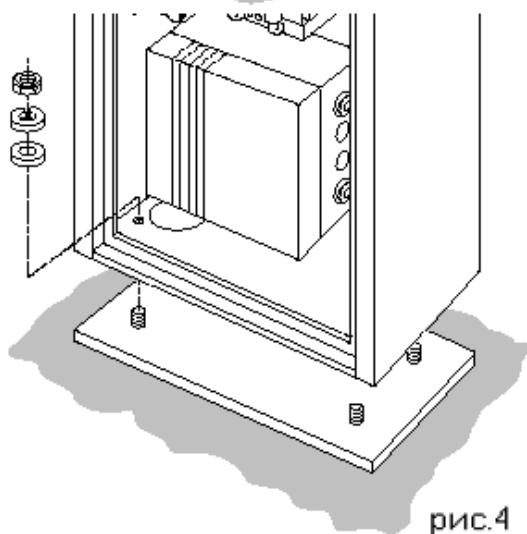

рис.4
- 1) Прикрепите каркас к плите основания с помощью четырех гаек, входящих в комплектность, как показано на рис. 4.